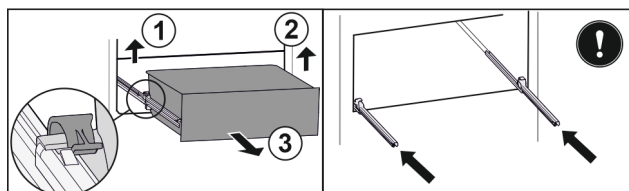

Fig. 119
- Soulever la bride gauche et tirer dans le même temps la partie gauche du tiroir vers l'avant. Fig. 119 (1)
- Soulever la bride droite et tirer dans le même temps la partie droite du tiroir vers l'avant. Fig. 119 (2)
- Retirer le tiroir par l'avant. Fig. 119 (3)